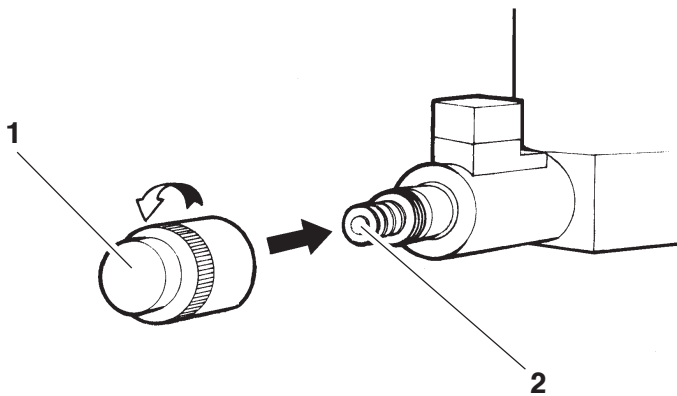

Fig. 24
Rif. Fig. 24
Ref. Fig. 24
Zu Abb. 24 - Notabsenken (bei Stromausfall). Die beiden Fahr­schienen (mit geeigneten Hilfsmitteln) anheben und die Sperrklinken aus den entsprechenden Stützvorrichtungen heben. Zwischen Letztere eine Unterlegscheibe legen, damit sie nicht einrasten können. Das Ventil für manuelles Absenken öffnen, indem vorher der Schutzstöpsel (1) losgeschraubt wird, dann die Einrichtung (2) betätigen.
Réf. Fig. 24 - **Descente d'urgence (en cas d'absence de tension).** Soulever (en utilisant des moyens appropriés) les deux chemins de roulement en soulevant les arrêts de leurs appuis. Introduire une cale sur les appuis pour empêcher l'enclenchement. Ouvrir le clapet de descente manuelle en dévissant d'abord le bouchon de protection (1) puis appuyer sur le dispositif (2).